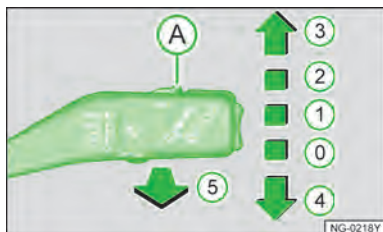

图 74
- 在装备有雨量传感器的车辆上，将拨杆置于位置[1]，将拨杆[A]»图 74 左右调节，可以调整雨量传感器的灵敏度：刮水间隔由传感器根据雨量大小自动控制。
- ▶ 向下短按车窗玻璃刮水器操作杆»图 74，见第 49 页4。